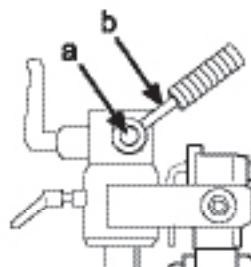

Fig. 8
- Allentando la vite di bloccaggio della manopola di regolazione dell'altezza (a) (fig. 8) (attacco a brugola da 6 mm), è possibile trasferire la manopola di regolazione dell'altezza sul lato opposto all'occorrenza.
- Durch Lösen der Sicherungsschraube (a) (Abb. 8) (6-mm-Inbus) kann der Höhenverstellgriff ggf. auf die andere Seite verlegt werden.
- Dévisser la vis de blocage de la poignée du réglage de la hauteur (a) (Fig. 8) (fixation hexagonale de 6 mm) pour, si nécessaire, déplacer la poignée de l'autre côté.
- Door de borgschroef van de hoogtekop (a) (Fig. 8) los te draaien (6 mm inbus), kan de hoogtekop eventueel naar de andere kant worden verplaatst.